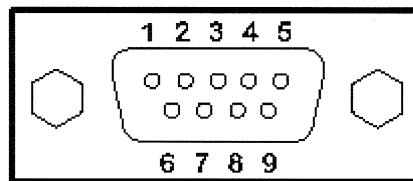

Рисунок 6. - Разъем J1 на корпусе прибора.
2.2.1.1 Подключите стандарт частоты к внешним цепям через разъемы J1 (рис. 6) и J2. Для всех исполнений устройство необходимо подключить к источнику(ам) питания. Дополнительно, в случае необходимости, подключаются цепи коммуникационного интерфейса RS-232 (см. табл. 7).